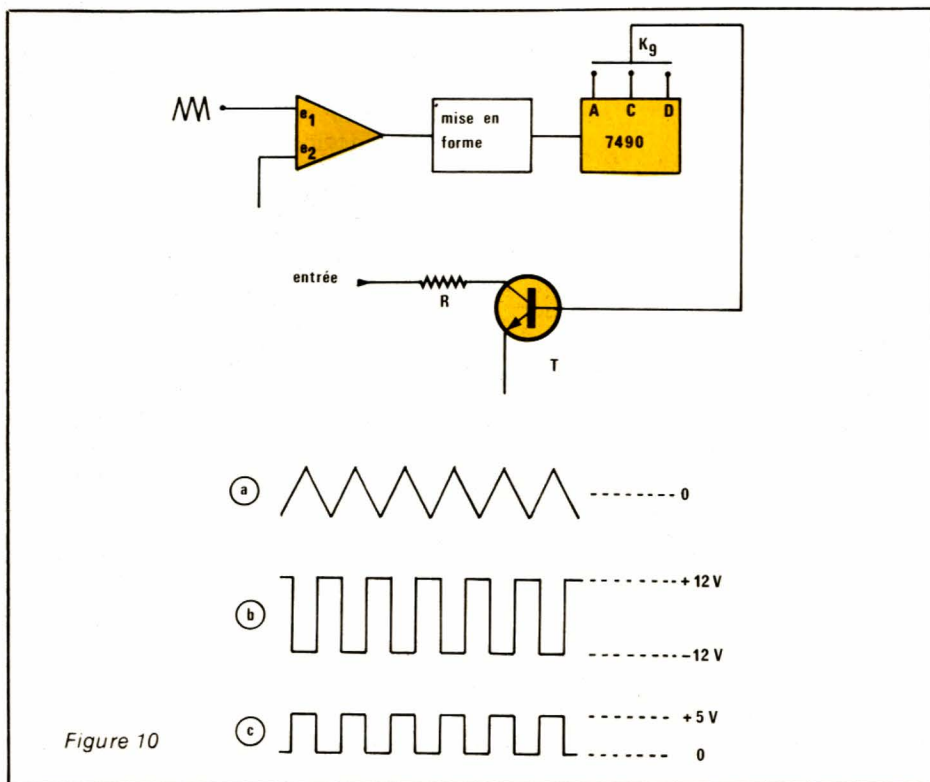

Figure 10
Il est illustré par la figure 10. Le signal principal (nous avons choisi les triangles dans la figure 10, mais le raisonnement s'applique aux deux autres formes d'ondes), attaque l'entrée e1 d'un comparateur, dont on maintient l'autre entrée e2 au niveau de la masse. Comme nous prélevons les tensions de l'entrée e1 en un point de la carte 1 du générateur (revoir le synoptique du numéro 414) où ils sont centrés sur zéro, on dispose, en sortie du comparateur, de créneaux à rapport cyclique unitaire, dont les transitions montantes et descendantes coïncident avec les passages par zéro du signal principal, avec inversion de phase (l'entrée active du comparateur étant son entrée inverseuse).
Des circuits de mise en forme, ramènent ces créneaux aux normes TTL, en leur faisant subir une inversion de phase. Sur leur sortie, on dispose donc maintenant des créneaux de la ligne c de la figure 10 : ils servent à commander l'entrée de la décade SN 7490.
Depuis la sortie de la carte principale (résistance R_{45} sur la figure 10 du numéro 414), parviennent les signaux à découper. Grâce au commutateur K_{11} , on peut obtenir soit des salves séparées par des zones de silence total, soit des alternances de signaux dans des rapports d'amplitude de 1 à 10.
- raccorder la sortie « triangles » de la carte principale (prélevée sur le commutateur K₂, figure 10 et synoptique du numéro 414), sur la résistance R₃₆ de la carte 3.